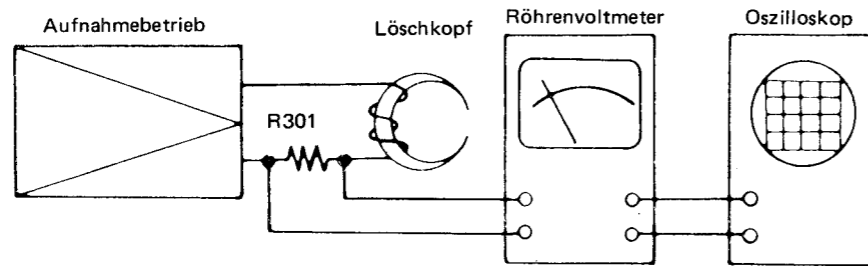

Abbildung 15-1
■ **ÜBERPRÜFEN DES AUFNAHMEVERSTÄRKER-LÖSCHSTROMS** (Siehe Abbildung 15-1)